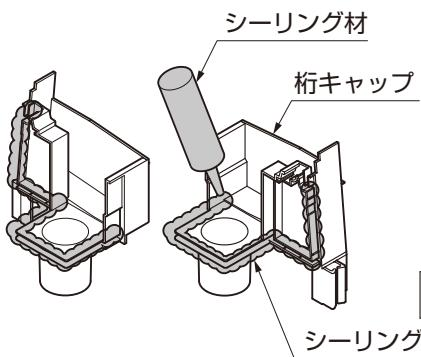

図4-8
- A部のミヅは、シーリングで埋めないようにしてください。(図4-8参照)